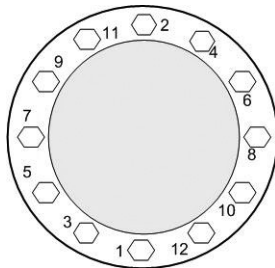

Figura 28: Patrón de torsión de los pernos superiores de la carcasa
21. Coloque los (12) pernos superiores de la carcasa, apretando con las manos.
22. Apriete los (12) pernos superiores de carcasa en el patrón indicado en la Figura 28. Vea la sección “Datos de ingeniería” en la página 8 de este manual para obtener el valor de torsión correcto.